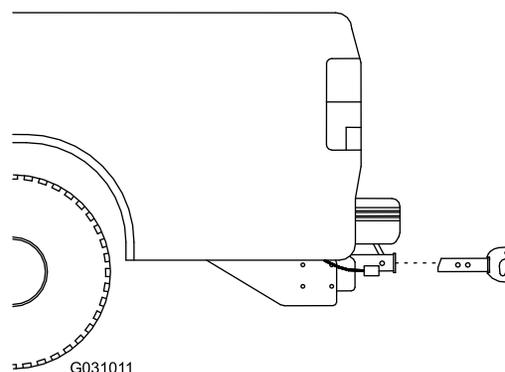

Figure 9
- Faites glisser le système d'attelage RT3 dans le dispositif d'attelage du véhicule, placez le deuxième trou de l'épandeur en face du trou dans le dispositif d'attelage du véhicule (Figure 9).